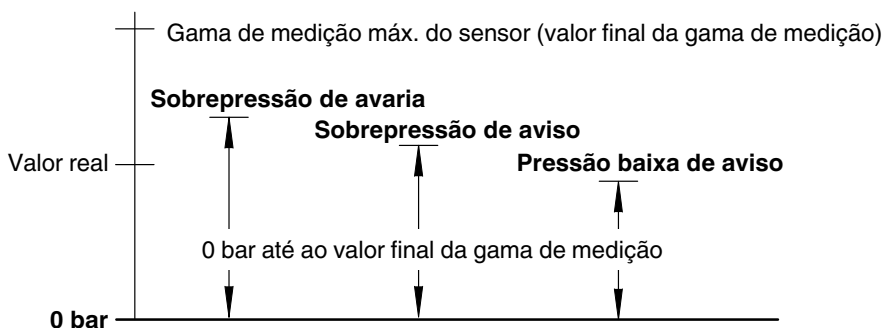

Fig. 4-92 Valores absolutos
**NOTA:** As pressões para avisos e avarias no modo de operação *Regulação de velocidade* com a opção *Indicação de pressão* são valores absolutos (fig. 4-92). Na opção *regulação de pressão*, para os sensores A e B, trata-se de valores da diferença.